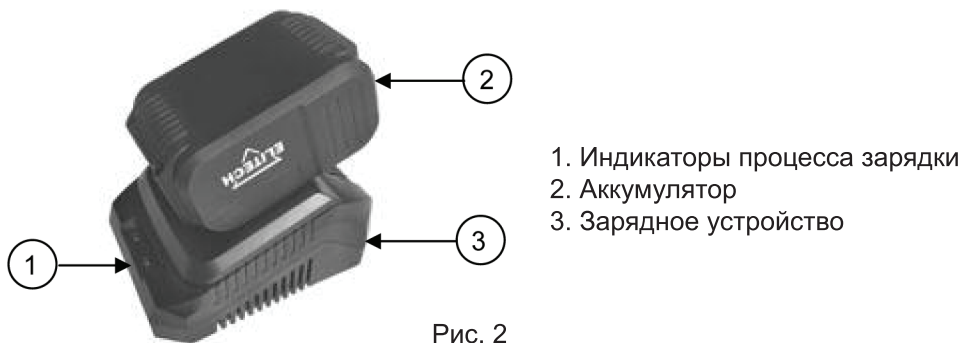

Рис. 2
- Подключите зарядное устройство (Рис. 2) к электросети. Зеленый световой индикатор начнет мигать.
- Вставьте аккумулятор 2 (Рис. 2) в зарядное устройство 3 (Рис. 2)
- Извлеките аккумулятор 2 (Рис. 2) из устройства, нажав на кнопку разблокировки аккумулятора и потянув аккумулятор из устройства.